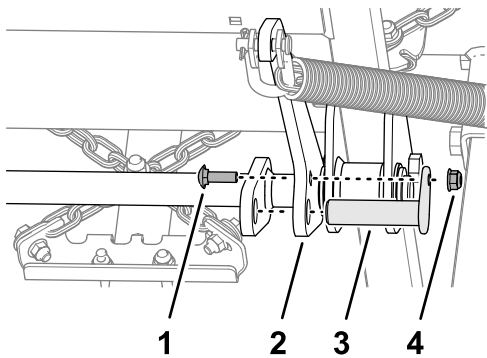

図 16
2. シリンダピンを昇降シャフトアームに固定しているキャリッジボルトとフランジロックナットを外す図 16。